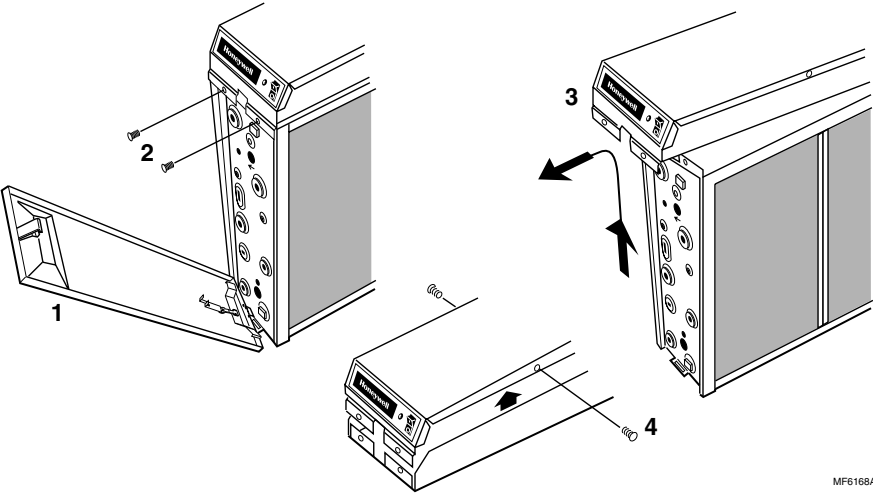

Fig. 13. Retirer le bloc d'alimentation du filtre à air pour enlever le couvercle.
- c. Retirer le couvercle du bloc d'alimentation. Voir Fig. 13.